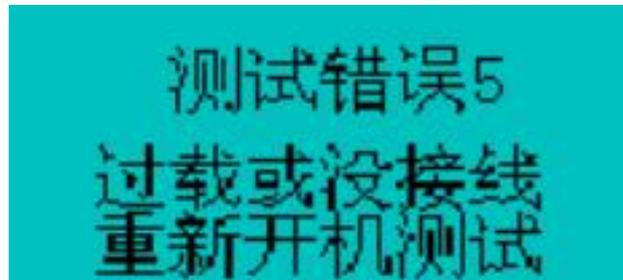

图 10
**5、报错:** 如果测试过程当中出现试品没有接好或者短路过载等原因，仪器会进入自动保护状态，停止测试并提示测试错误。（如图 10）